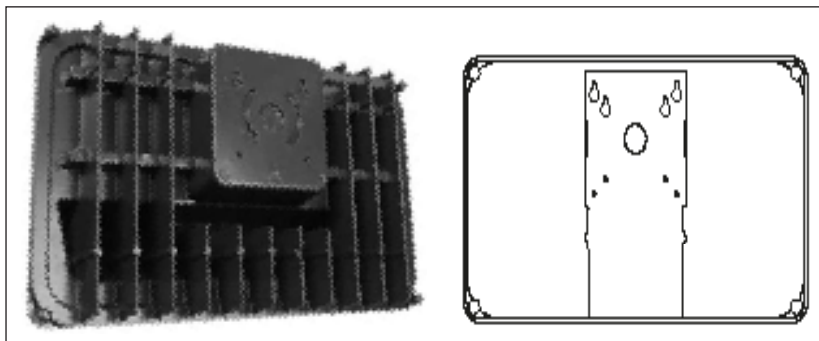

Fig. 3
3. Atornille SIN TALADRAR la base del luminario al muro en las marcas destinadas. (Fig. 3).